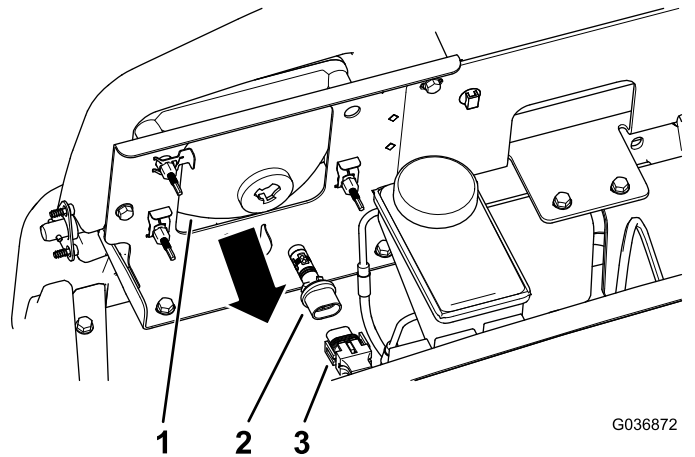

Bild 51
3. Schließen Sie den elektrischen Anschluss für den Kabelbaum vom Lampenanschluss hinten am Scheinwerfergehäuse ab (Bild 51).
4. Drehen Sie die Birne um eine Viertelumdrehung nach links und bewegen sie nach hinten aus dem Lampengehäuse (Bild 51).
5. Setzen Sie die neue Birne und das neue Scheinwerfergehäuse ein und fluchten Sie die Nasen in der Birne mit den Schlitzen im Scheinwerfergehäuse aus (Bild 51).
6. Drehen Sie die Lampe um eine Vierteldrehung nach rechts, um sie zu befestigen (Bild 51).
7. Schließen Sie den elektrischen Anschluss für den Kabelbaum am Anschluss der neuen Lampe an (Bild 51).